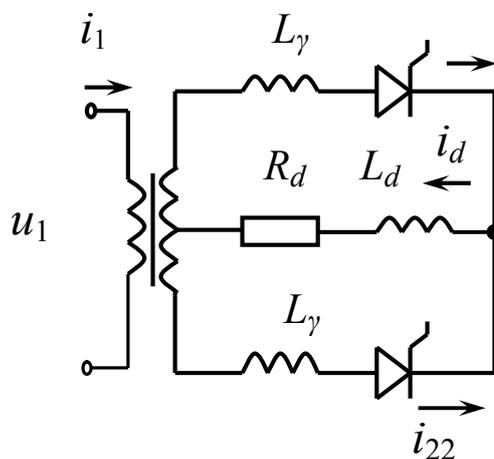

Рис. 1. Управляемый преобразователь со схемой 1Φ1Н2П
6. Построить кривые токов i_d, i_{11}, i_{22} и i_1 и напряжения U_d для преобразователя со схемой 1Ф1Н2П (рис. 1), и сопоставить их с кривой напряжения u_1 .
7. Построить кривые токов i_d, i_{21}, i_{22} и i_1 в схеме 1Ф1Н2П преобразователя (рис. 1), и сопоставить их с кривой напряжения U_1 . Определить расчетную мощность трансформатора $S_{\text{тр}}$ при указанных условиях работы. Дано: $U_1 = 100$ В, $f = 50$ Гц, коэффициент трансформации 1:1, $R_d = 10$ Ом, $\alpha = 45^\circ, L_d \approx \infty, L_{\gamma} = 0$. Трансформатор и вентили идеальные.